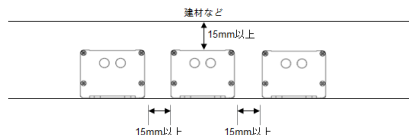

図1
- ・ 電源は自然空冷方式のため、図1のように製品を2台以上並べて設置する場合は、相互の熱の影響を受けないよう上面の間隔も15mm以上間隔をあけてください。